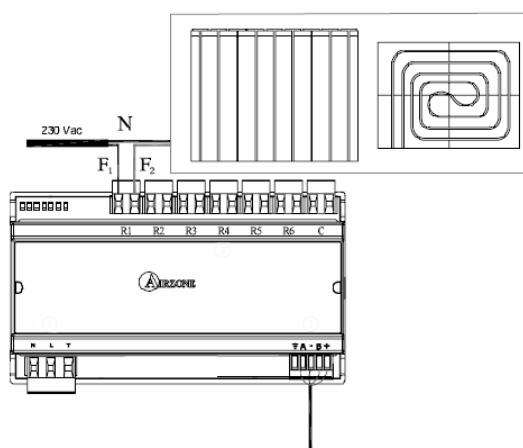

Fig. 30
①	Relè per gestione riscaldamento/caldaia
②	Bus di espansione
③	Alimentazione
④	Led di stato relè
La periferica relè (fig. 30) per il controllo degli elementi radianti **si collega alla scheda centrale sul bus di espansione ① - Fig. 3.**